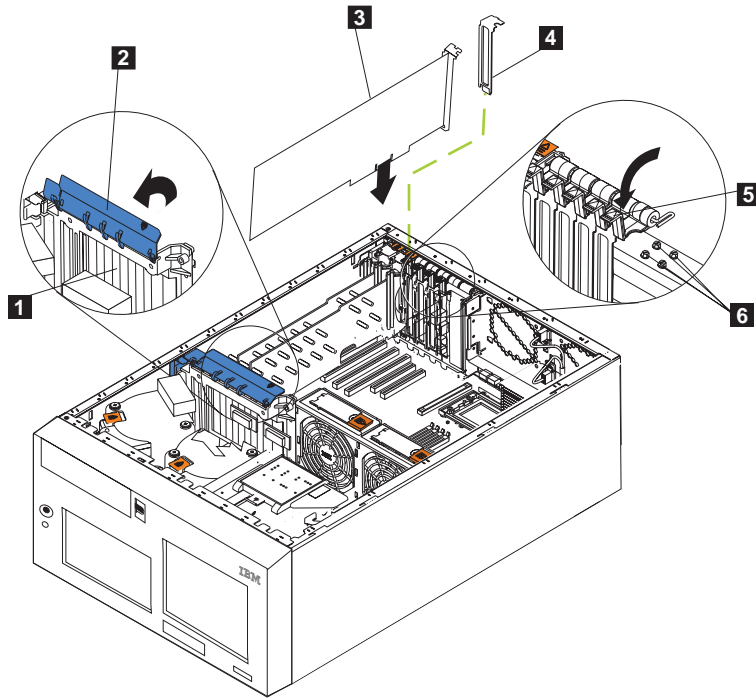
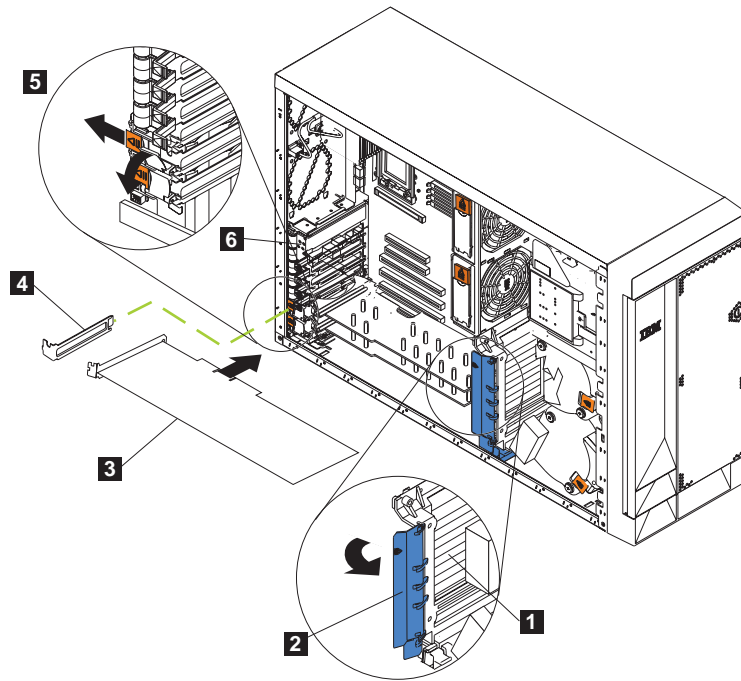
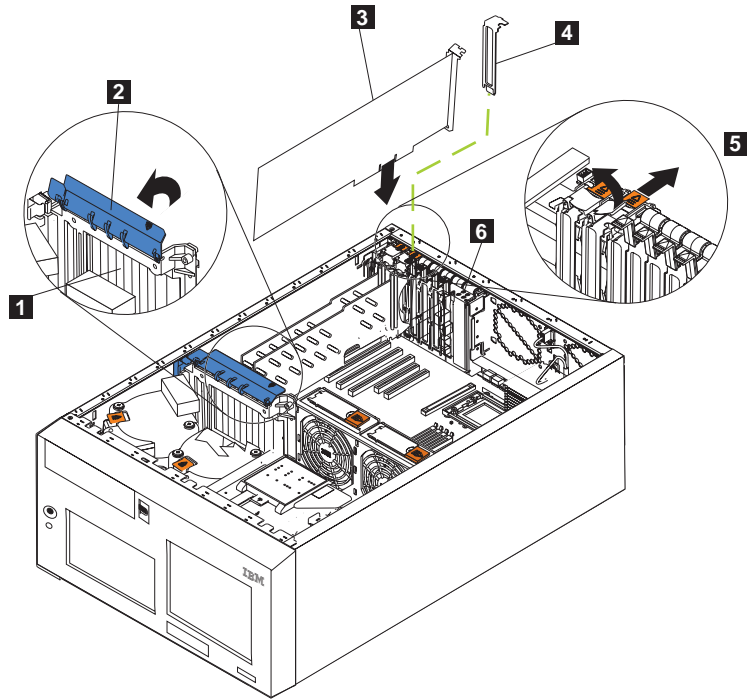

图 39. 安装适配器（具有机架安装转换功能的型号 25T）
图 40. 将适配器安装到插槽 5 或 6 中（型号 25T）
图 41. 将适配器安装到插槽 5 或 6 中（具有机架安装转换功能的型号 25T）
5. 抬起适配器支撑架顶部的适配器固定夹以及每个标准长度适配器的适配器固定插销；然后，卸下标准长度适配器。（请查看第 49 页的图 38 和第 50 页的图 39 以了解适配器固定夹的位置。）
如果是在 PCI-X 插槽 5 或 6 中安装适配器，则使橙色适配器固定插销解锁器朝向引擎背面滑动，并在将黑色适配器固定插销抬至解锁（打开）位置后将该解锁器按住，如图 40 和第 52 页的图 41 所示
- d. 用螺钉固定插槽 1-4 中的适配器：将其中一颗备份扩充插槽螺钉（参见第 51 页的图 40 和第 50 页的图 39 以了解螺钉的位置）通过适配器支架顶部插入螺钉孔以将适配器固定。